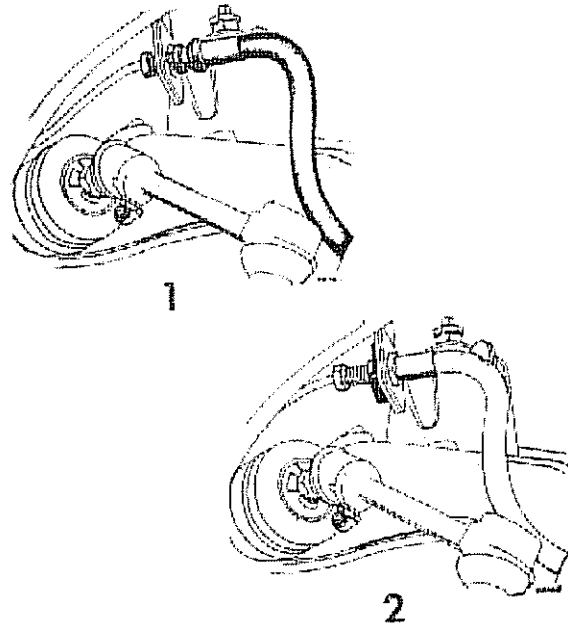

Fig. 325
- 3) Sostener la tuerca exagonal contra la chapa retén y enroscar el niple de unión de la tubería en su rasca interior no más de 4 a 5 filetes (1, Fig. 325).